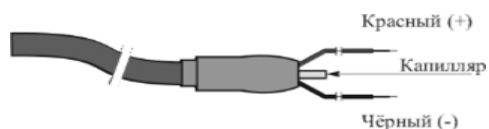

Рисунок 3 - Электрическое присоединение
4.11 Преобразователь выполнен с кабелем, закрепленным на корпусе преобразователя при помощи металлического сальника. Через герметичный кабельный ввод в корпус вмонтирован кабель длиной, указанной при заказе. Кабель имеет внутренний капилляр, соединяющий одну из сторон измерительной мембраны с атмосферой (рисунок 3).